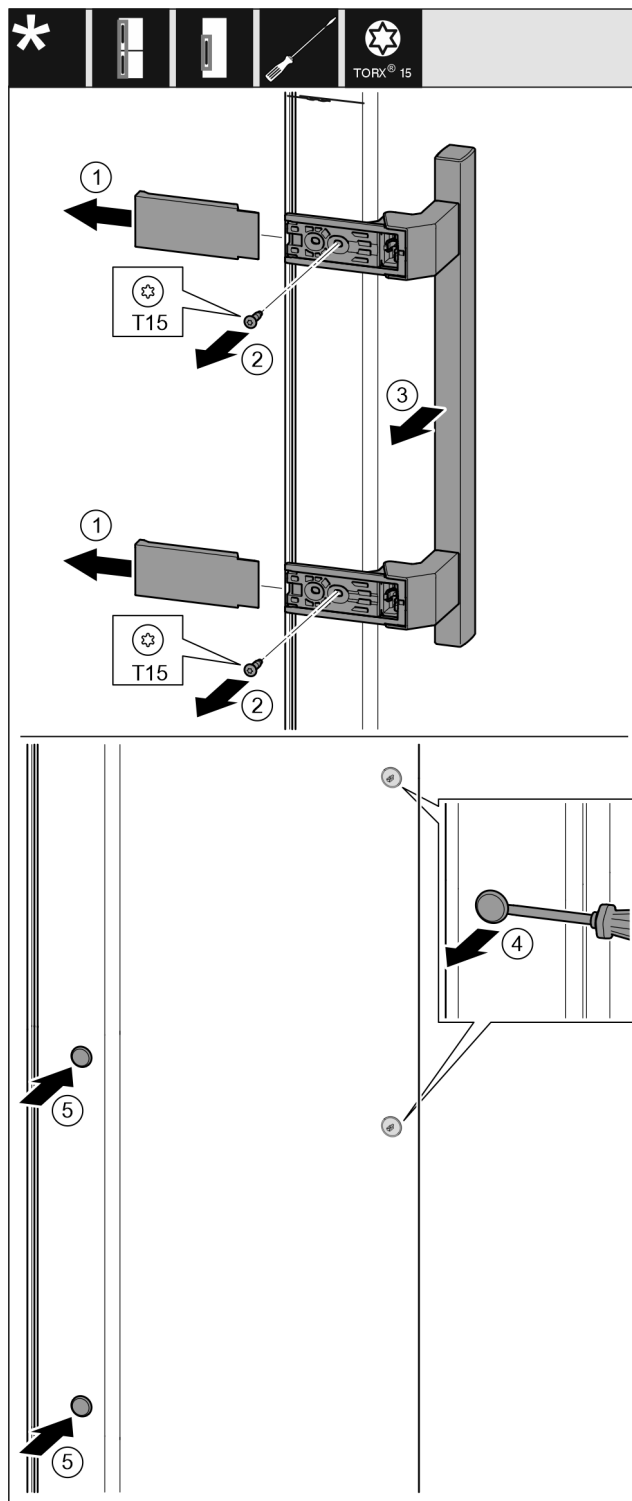

Fig. 14
- ▶ Stáhněte kryt. Fig. 14 (1)
- ▶ Šroubovákem Torx 15 vyšroubujte šrouby. Fig. 14 (2)
- ▶ Sejměte madlo. Fig. 14 (3)
- ▶ Postranní zátku opatrně plochým šroubovákem nadzvedněte a vytáhněte. Fig. 14 (4)
- ▶ Zátku opět vložte na druhé straně. Fig. 14 (5)